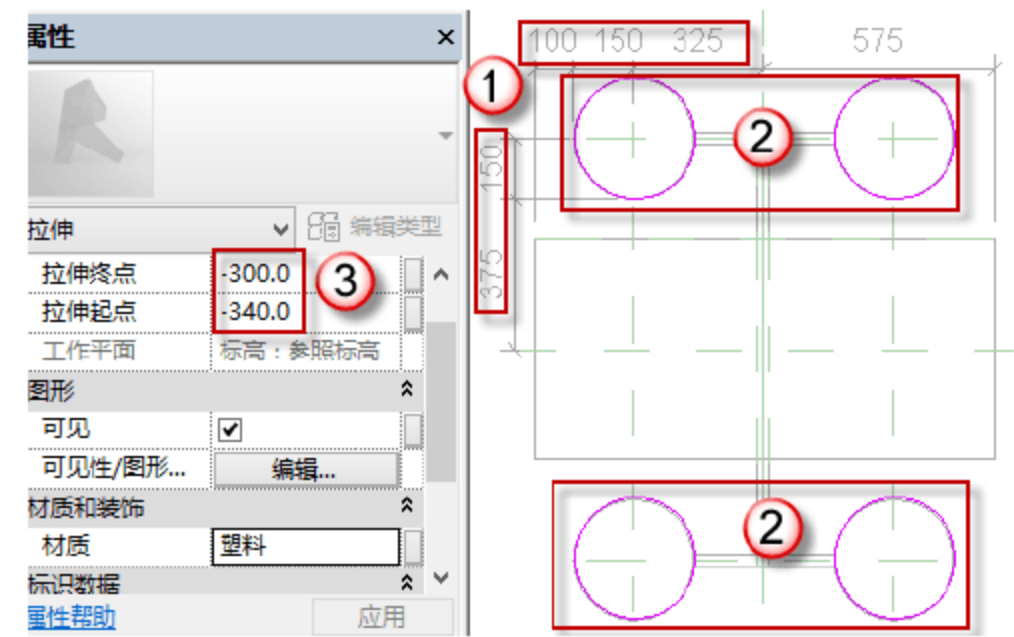

图 8.3.15 绘制圆凳支架
(16) 绘制座椅的平面是半径为 150mm, 厚度为 40mm 的圆柱。返回到“楼层平面-参照标高”平面,按快捷键 C+O 和 M+M 绘制参考线。选择“创建”→“拉伸”→“圆形框”命令,绘制图框,然后切换至“左前立面”视图,在“属性”面板中编辑“拉伸起点”和“拉伸终点”的数值(-340, -300),然后单击√按钮,如图 8.3.15 所示。